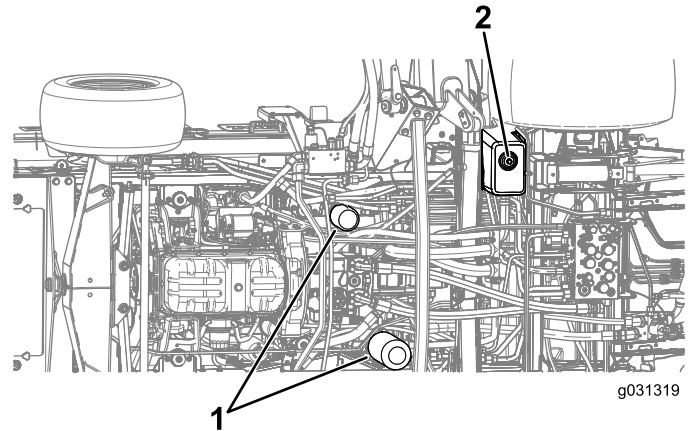

Figura 135
4. Retire o tampão de drenagem de baixo do depósito e deixe o fluido hidráulico escorrer para o recipiente (Figura 135).
7. Coloque um recipiente de escoamento debaixo do filtro e retire o filtro (Figura 135).